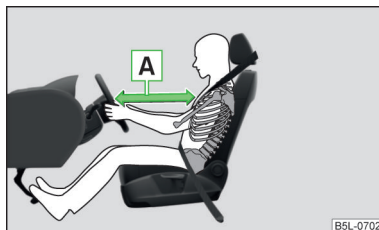

Fig. 25
- Es importante que el conductor y el acompañante mantengan una distancia mínima de 25 cm con respecto al volante o al tablero de instrumentos » **fig. 25 A**. Si no respeta esta distancia, el sistema de airbag no podrá protegerle. ¡Peligro de muerte! Además, los asientos delanteros y los reposacabezas siempre deben estar correctamente ajustados a la estatura del ocupante.